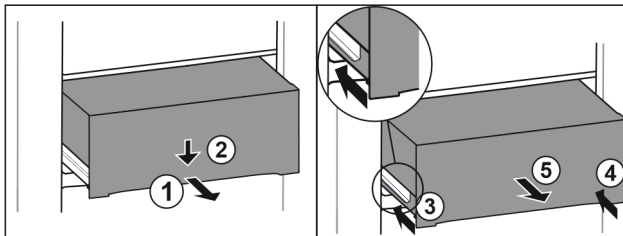

Fig. 86
- ▶ Estrarre il cassetto a metà. Fig. 86 (1)
- ▶ Premere il cassetto sul lato anteriore verso il basso. Fig. 86 (2)
- ▶ Spingere la guida sinistra di circa 2 cm verso l'interno. Fig. 86 (3)
- ▶ Spingere la guida destra di circa 2 cm verso l'interno. Fig. 86 (4)
- ▶ Rimuovere il cassetto tirandolo in avanti. Fig. 86 (5)